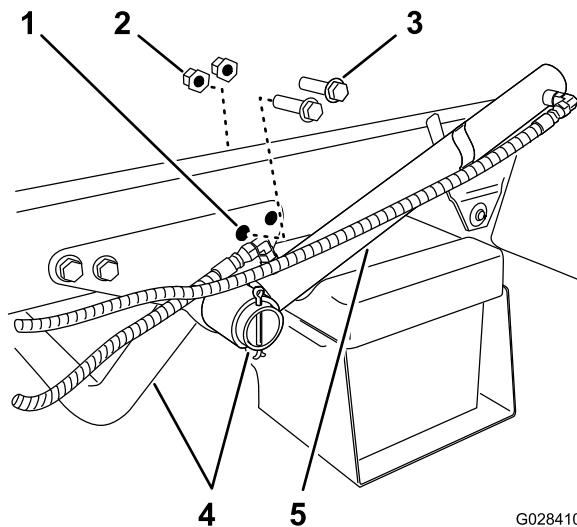

Bild 8
- Entfernen Sie die zwei Sicherungsbundschrauben und zwei Bundmuttern, mit denen die Stützhalterung für das Motorrohr am Rahmen der Maschine befestigt ist (Bild 8).
- Drehen Sie den Hubzylinder, um einen Abstand für das Montieren der Befestigungshalterung am Behältergestell zu schaffen (Bild 8).